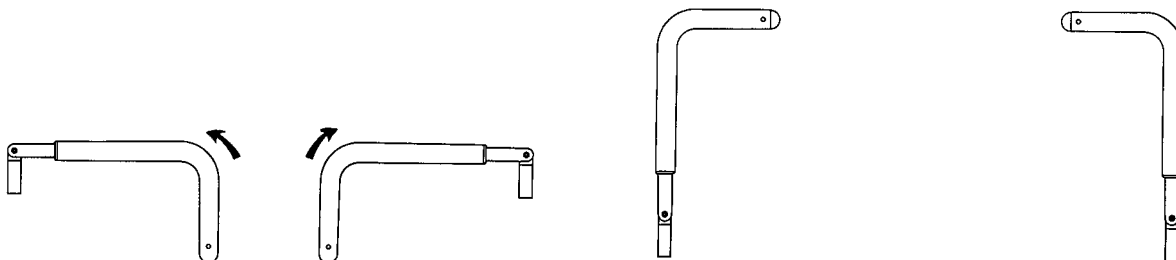

Abbildung 10 – Positionieren der Kopfende-Schiebegriffe
1. Die Griffe vom Fußende des Produkts nach oben schwenken (Abbildung 10).